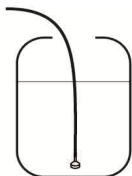

Abb. 9
- 6- Führen Sie das mitgelieferte Rohr in den Behälter für Klarspülmittel und Reinigungsmittel ein (falls vorhanden). (Abb. 9)